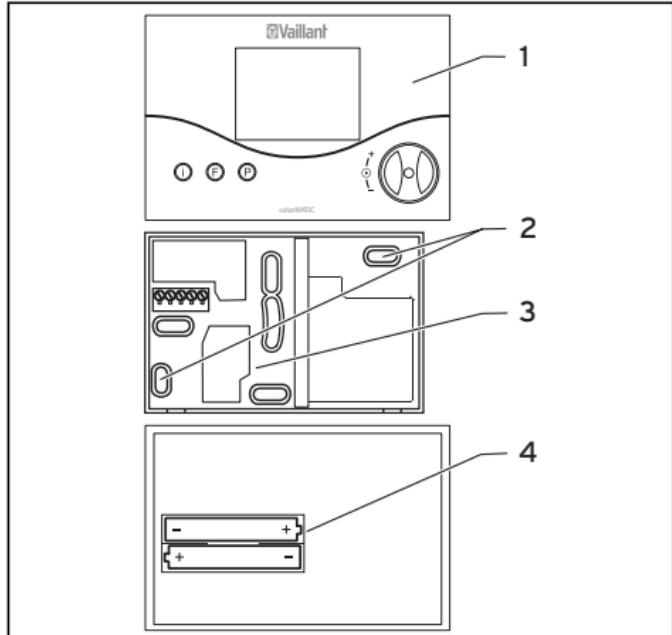

Fig. 9.2 Montajul termostatului de cameră
- Scoateți termostatul de cameră (1) de pe soclul mural (3).
- Realizați două orificii de fixare (2) cu diametrul de 6 mm (conform Fig. 9.2) și introduceți dibrurile din setul de livrare.
- Introduceți bateriile anexate în compartimentul pentru baterii situat pe partea posterioară a regulatorului (Fig. 9.2, poz. 4). Respectați polaritatea corectă a bateriilor.